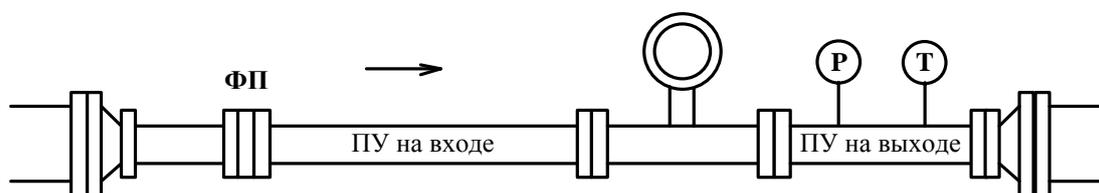

Рисунок 2.1 – Установка конфузора перед входным прямым участком
2.2.7.1.1 Если диаметр  $d$  меньше диаметра трубопровода, то конусные переходы можно установить на входе в прямой участок (рисунок 2.1).